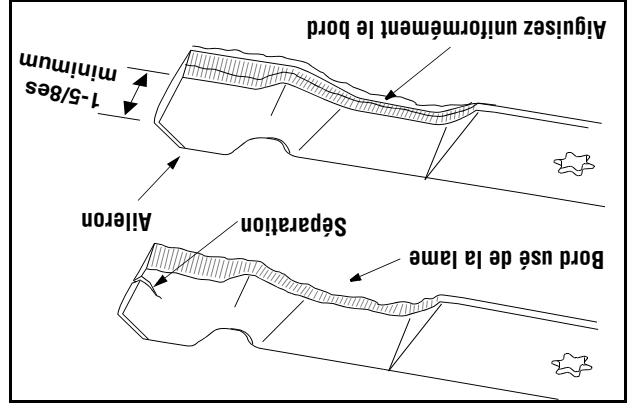

Figure 20
**IMPORTANT:** Pour aiguiser les lames, enlevez la même quantité de métal des deux extrémités des lames sur le côté tranchant. Voir la Figure 20. Aiguissez le bord tranchant sur toute sa longueur, parallèlement au bord arrière, soit à un angle de 25° à 30°.